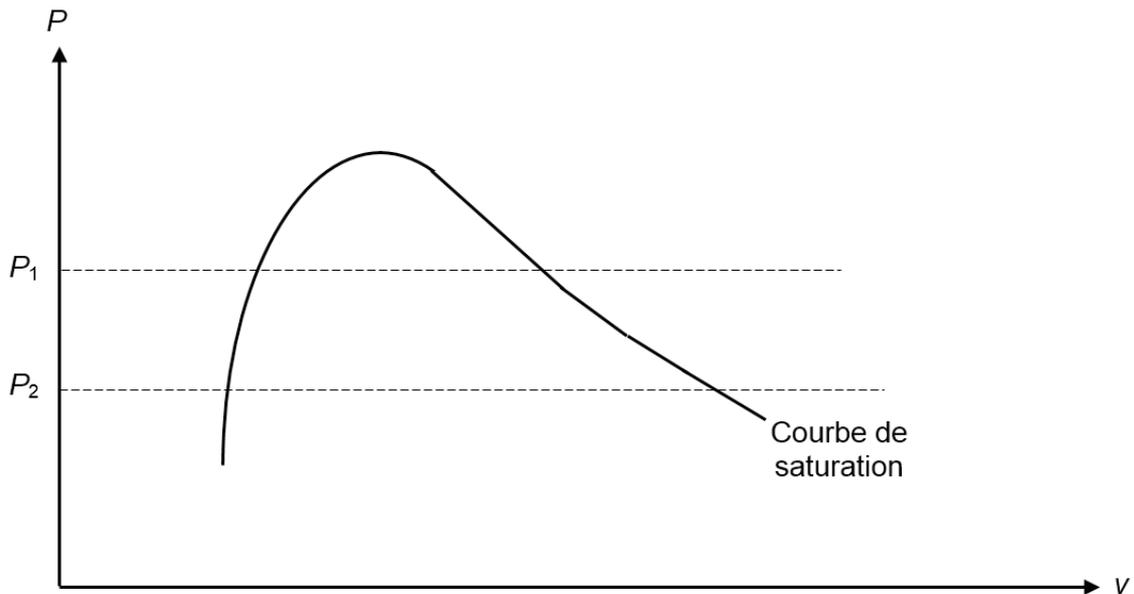

Figure f.3
9. Représenter le cycle complet du fluide R 407C sur les trois figures f.3, f.4 et f.5 des feuilles réponses annexes, en repérant, à chaque fois, les sept points représentatifs **A**, **B**, **C**, **D**, **E**, **F** et **G**. Les diagrammes à compléter sont les suivants :
- diagramme de Clapeyron $P = f(v)$ (avec v volume massique du mélange) (figure f.3) ;